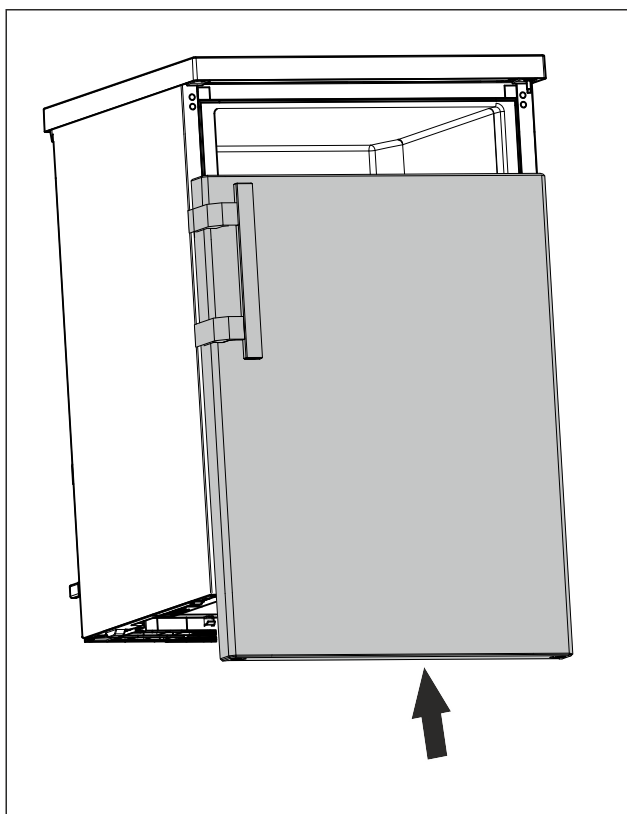

Fig. 24
- ▶ Zamknięte drzwi nasunąć na górny sworzeń. (patrz Fig. 24)